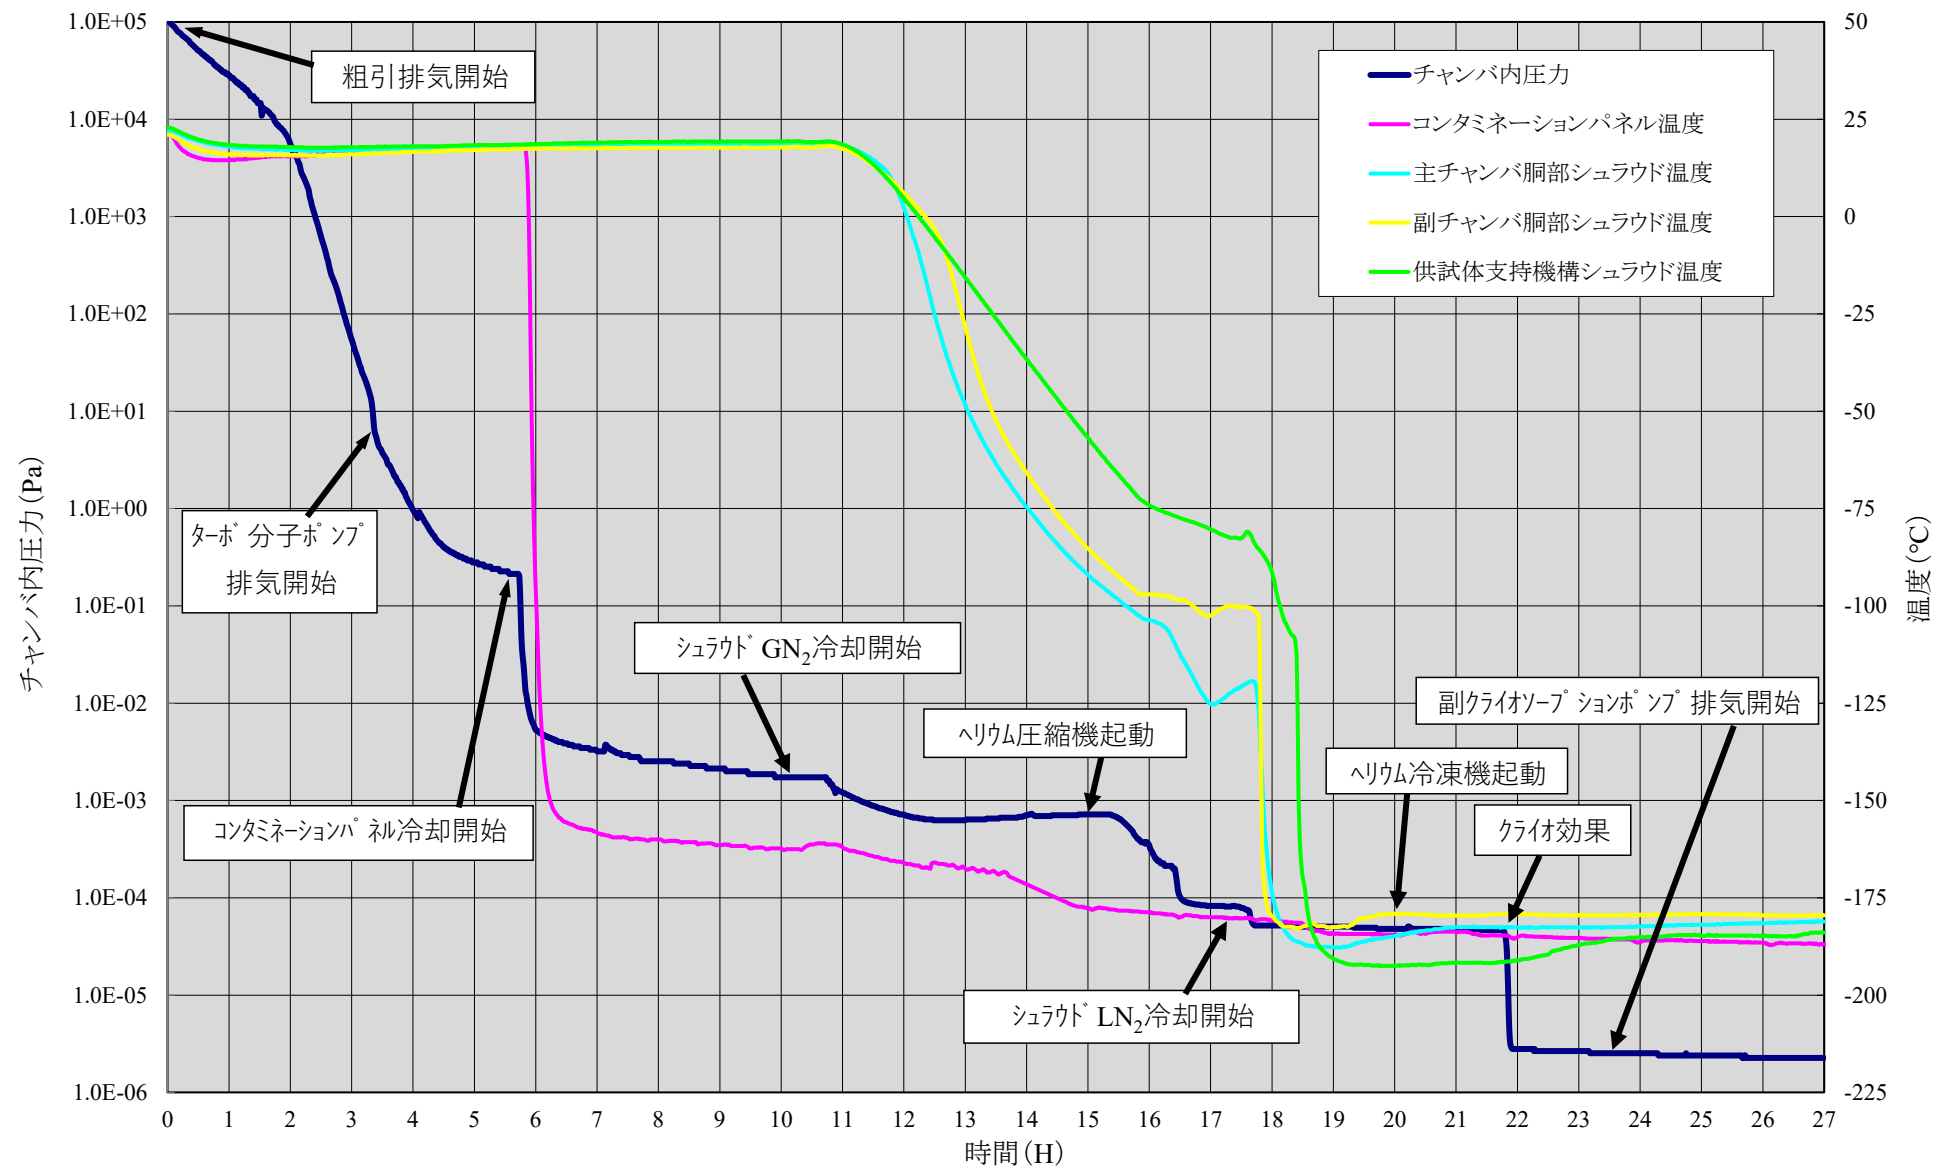
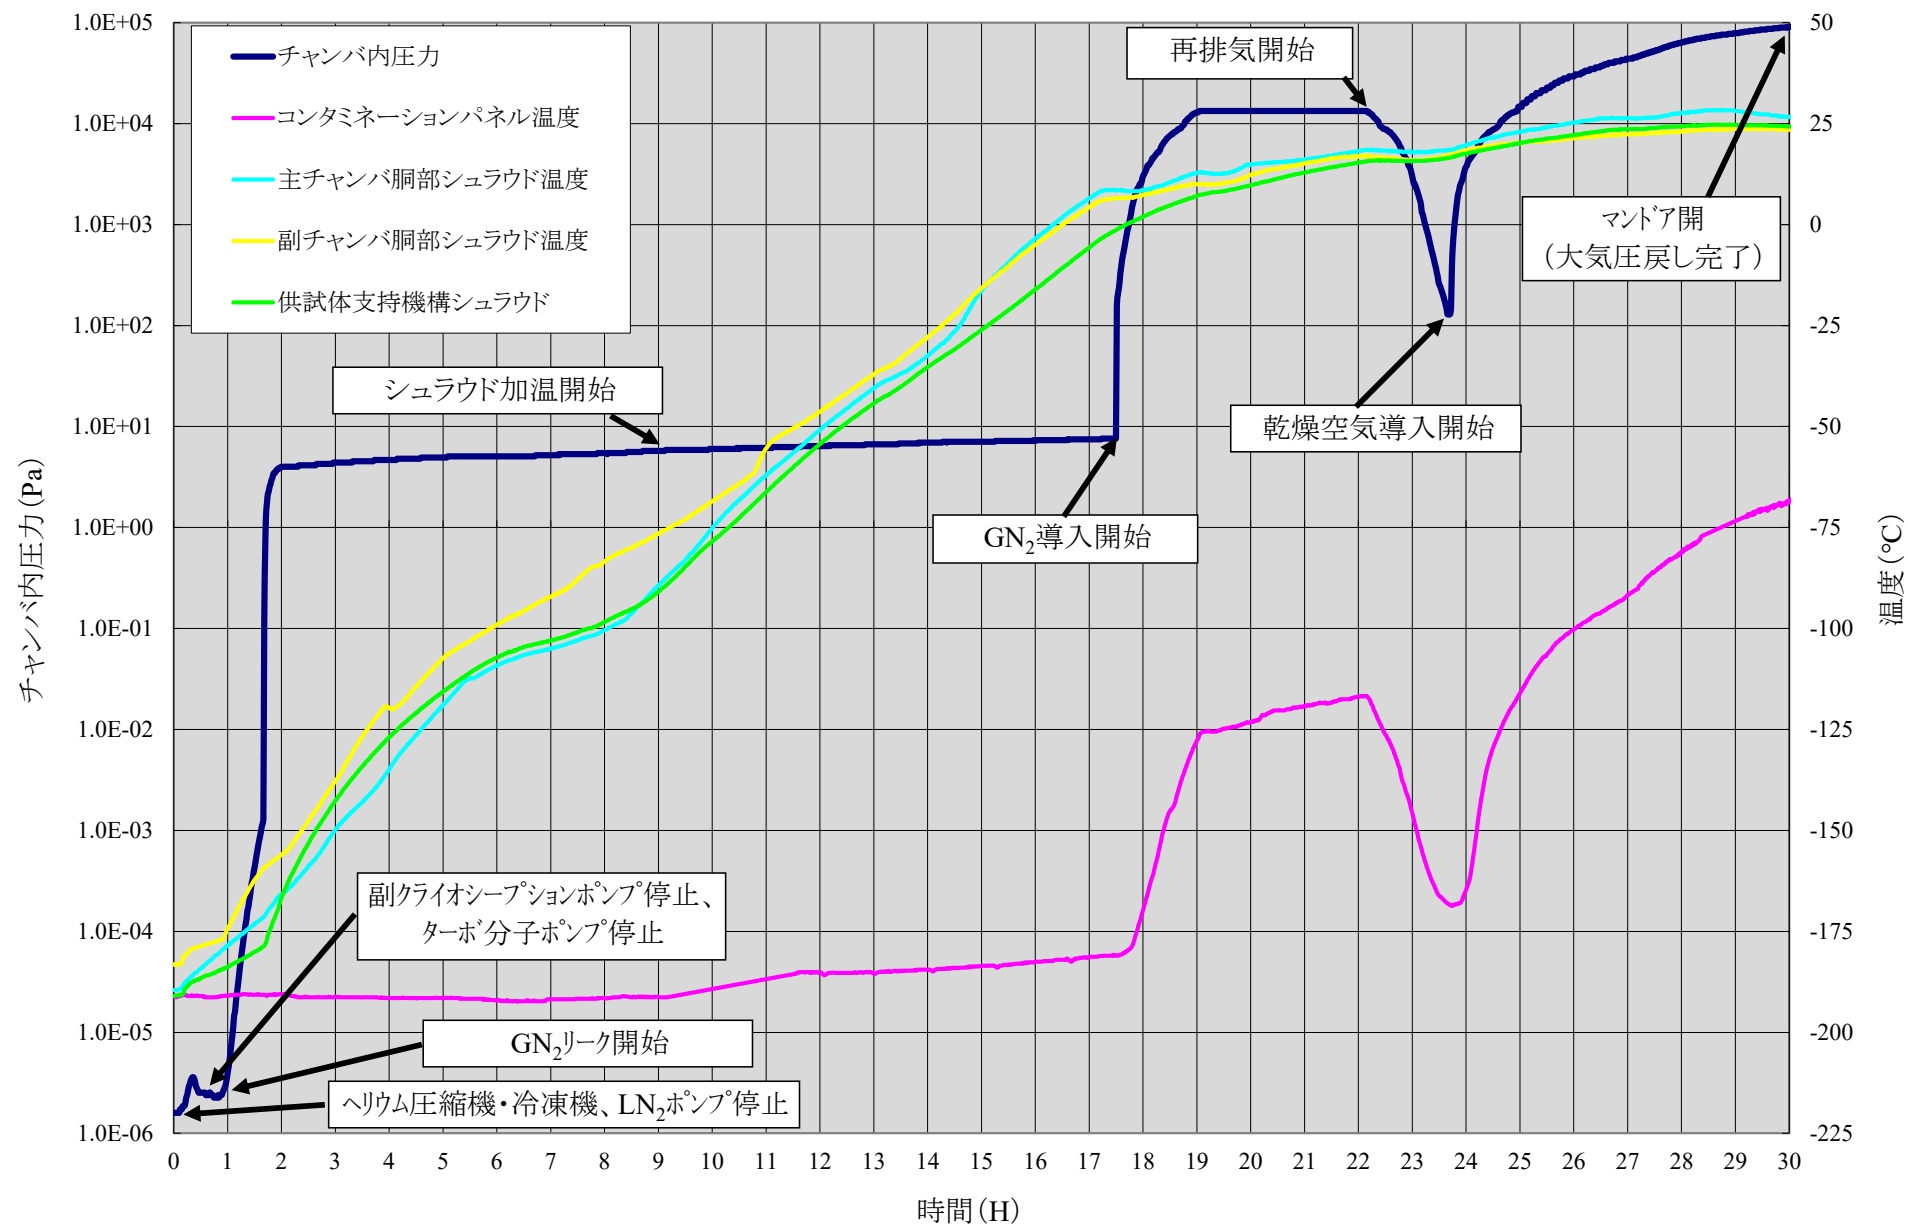

図4-2 排気曲線とシールド温度（設備立上げ時）
図4-3 真空排気曲線とシュラウド温度（設備立下げ時）
各種試験の内、熱真空試験時の標準的な真空排気曲線とシュラウド温度を図4-2（設備立上げ時）、図4-3（設備立下げ時）に示します。以下に各段階の概略を説明します。
- ・ 大気圧戻し（図 4-3）開始の 6 時間程度前に窒素再液化装置の停止操作を行います。本操作を開始すると、シュラウドへの液体窒素供給量が減少するため、長時間試験条件を維持することはできません。よって、作業時間は 36 時間～40 時間をお見積りください。